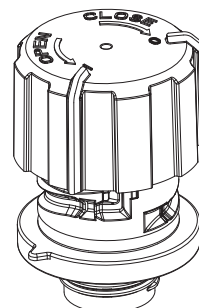

Fig.5
- Girando más la tapa en sentido antihorario siguiendo la flecha OPEN, es posible extraer la tapa del conector roscado, permitiendo así al operador la limpieza de los dos componentes, o bien, la sustitución o limpieza del filtro "tech-foam" (fig. 5).